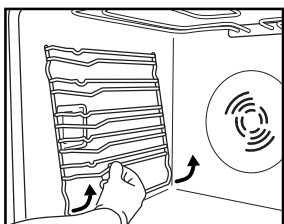

Fig. 3
1. Extraer las rejillas laterales de soporte de accesorios (Fig. 3).
2. Extraer las rejillas laterales de soporte de accesorios, si las hay (Fig. 3).